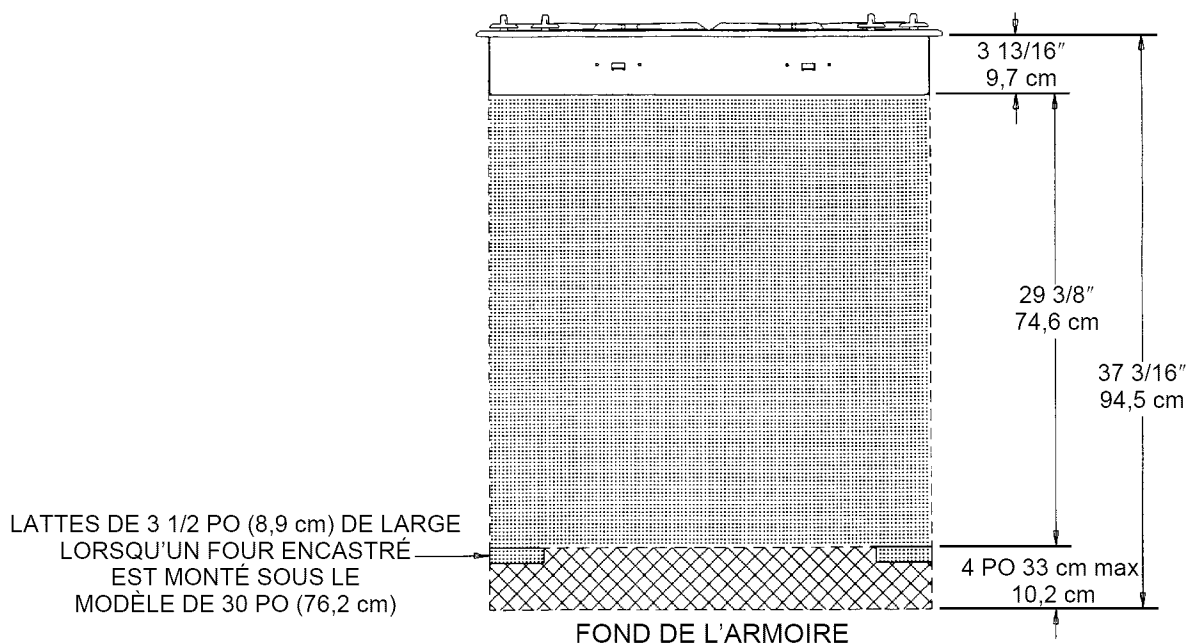

FIGURE 6
REMARQUE 1 : La pose de cet appareil et son raccordement au gaz et à l'électricité doivent être effectués avant la pose du four. Voir les illustrations (Informations sur le câblage électrique, page 7, figure 6) pour l'emplacement recommandé pour le raccordement à l'alimentation électrique.
Cet appareil est équipé d'un cordon d'alimentation avec raccordement à la terre. Il doit être branché dans une prise de courant reliée à la terre. Il est recommandé, pour plus de facilité, que la prise soit placée (en référence à la figure 6) tel qu'indiqué en A ou B ci-dessous :
- A. Si aucun autre appareil ne doit être posé sous cette plaque de cuisson dans le périmètre de la partie ombrée ou de la partie hachurée indiquée à la figure 6.
1. dans la partie hachurée indiquée à la figure 6 ou
Si un four encastré doit être posé sous cet appareil et que la prise de l'appareil monté sur le comptoir doit être posée dans la partie hachurée indiquée à la figure 6 :